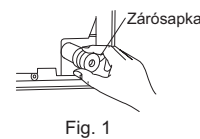

Fig. 1
- Fogja össze a hűtőközeg csöveket és az elvezető tömlőt, majd tekerjen rájuk szorosan fűtőszalagot (4) a végüktől indulva. A fűtőszalag (4) átfedése a szalag szélességének 1/3-a legyen. A fűtőszalagot (4) a végénél rögzítse bandázsolással.
- Húzza ki a zárósapkát a beltéri egységből hátul jobb oldalt. (Fig. 1)